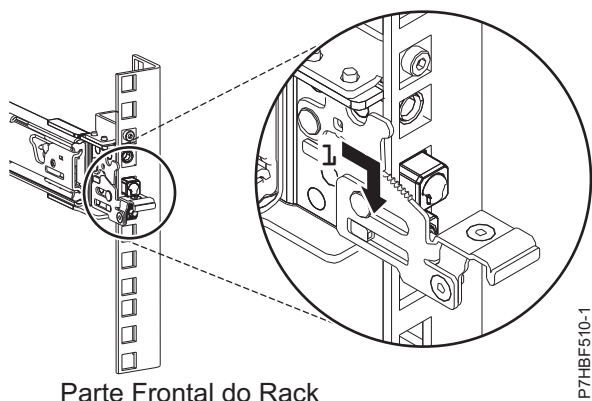

Figura 5. Pinos que são encaixados no trilho frontal do rack
6. Puxe o trilho deslizante para frente e insira os três pinos na frente do trilho nos orifícios que estão dentro da unidade EIA selecionada e marcada anteriormente. Abaixue o trilho deslizante (1) para encaixar o gancho no pino do meio. Para obter detalhes, consulte Figura 5.